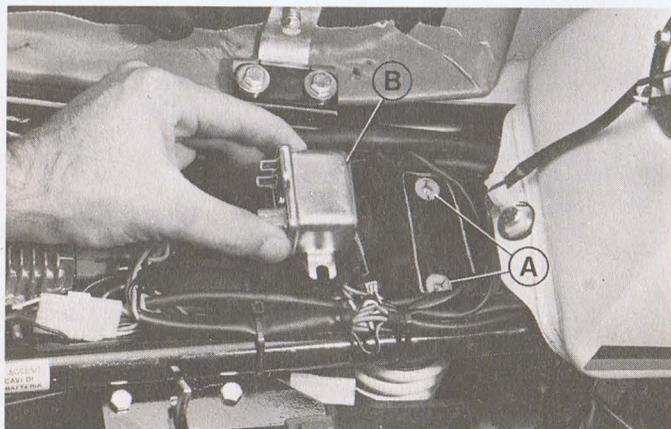

Fig. 18
- 3) - Montare le due madreviti «A» come rappresentato in fig. 18 e, mediante le relative viti, ancorare il teleruttore «B».